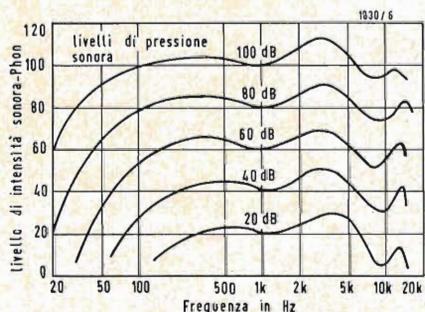
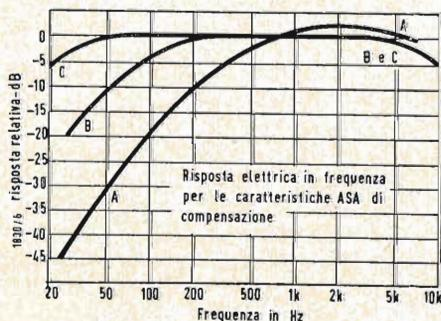

Fig. 1 - Intensità sonora per livelli costanti di pressione acustica (SPL = sound-pressure-level)
Fig. 2 - Risposta in frequenza dei circuiti compensatori normalizzatori.
La sensibilità dell'orecchio varia con la frequenza e la curva di risposta stessa varia col livello della pressione sonora. Se volete riferire il livello di pressione sonora al concetto soggettivo di *intensità*, dovete provvedere a compensare la risposta in frequenza dell'orecchio. Questa risposta è data in fig. 1, dove tutti i punti di ogni singola curva rappresentano un ugual livello di pressione sonora. Queste curve sono basate sui profili di uguale intensità determinati da Robinson e Dadson del National Physical Laboratory, Teddington, Inghilterra. Si noti che il massimo della risposta è a circa 4 Hz e che la caduta decisiva è sotto qualche centinaio di Hz. Si può vedere da questo diagramma
L'informazione mostrata in fig. 1 è fondata sui vari esperimenti eseguiti impiegando una sorgente sonora costituita da una nota pura. Poiché molti rumori non sono note pure, alcuni esperti preferiscono i dati di risposta basati su prova con disturbo distribuito. Ma tutti sono d'accordo che si deve includere una certa compensazione dell'effetto intensità in funzione della frequenza, in qualunque misura attendibile di rumore, che si istituisca.
Lo strumento fondamentale per misurare i rumori è il misuratore di livello sonoro (fonometro), di cui un esempio è mostrato nella foto accanto. Esso comprende un microfono per captare il suono da misurare, un attenuatore calibrato, circuiti compensatori, un amplificatore ed uno strumento indicatore. I circuiti equilibratori, basati su dati di risposta in frequenza simili a quelli forniti dalla fig. 1, rappresentano un tentativo di convertire la diretta pressione sonora in qualcosa più rappresentativo del moto con cui udiamo i suoni. Le caratteristiche per questi circuiti speciali sono state normalizzate dall'ASA (« American Standard for Sound-Level Meters for Measurement of Noise and Other Sound - S 1.4, 1961»). V. fig. 2.
Come detto sopra, qualsiasi veridica misura di rumore deve prendere in considerazione le caratteristiche di risposta in frequenza dell'orecchio umano. Questa è la ragione prima, che spiega la presenza di circuiti di compensazione in tutti i misuratori di livello sonoro, sebbene nessuno oggi considera che i circuiti compensatori agiscono nel senso di trasformare il livello diretto di pressione sonora, nella nozione soggettiva di intensità (sonorità) acustica. Vi sono tre circuiti compensatori prescritti dall'A.S.A., le caratteristiche dei quali sono date in fig. 2. Esperti autorevoli suggeriscono la selezione dei circuiti compensatori sulla base del campo dei livelli da misurare (per es. la compensazione B per livelli da 65 a 75 dB). Alcuni ascrivono l'uso della compensazione A al confronto di disturbi di diversi tipi e certi codici per il rilievo della rumorosità specificano il circuito di compensazione da usare in ogni caso. Forse la tattica più accorta è quella di misurare e registrare i livelli su tutte tre i circuiti di compensazione. Per un verso diciamo che le tre figure possono essere utilizzate per costituire una grossolana analisi di frequenza (1). Per l'altro verso è sempre una buona cosa conservare tali dati; non si sa mai, verrà un tempo in cui si potranno utilizzare.